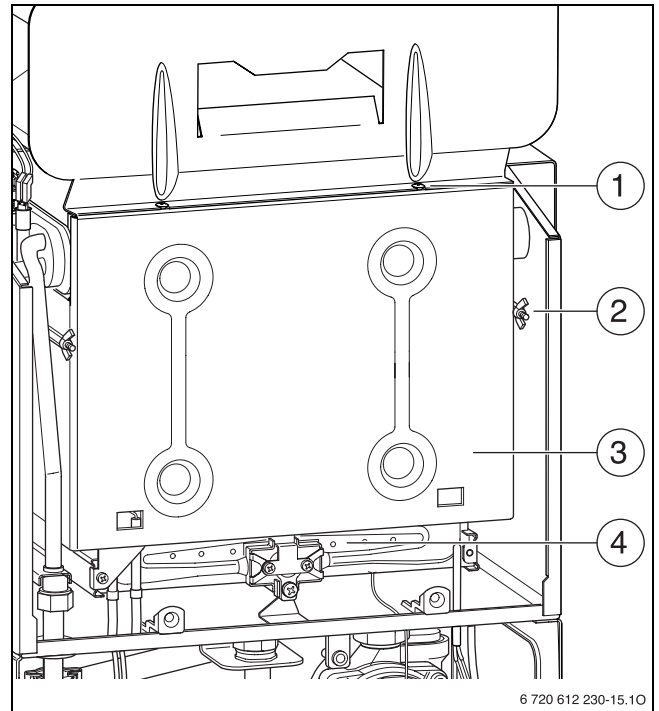

Fig. 71 Abrir o queimador
- Retirar a parte da frente da câmara de combustão e o queimador (→ fig. 71).